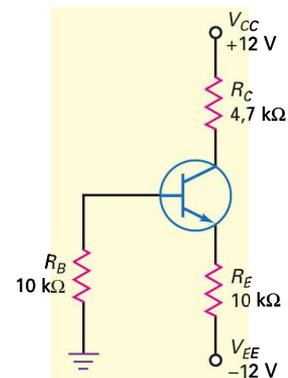

Figure 7.36
7.27 Quel est le courant émetteur de la figure 7.36 ? La tension collecteur ?
7.28 Si toutes les résistances de la figure 7.36 sont doublées, quel est le courant émetteur ? La tension collecteur ?
7.29 Toutes les résistances de la figure 7.36 ont une tolérance de $\pm 5\%$. Quelle est la plus faible valeur possible de la tension collecteur ? La plus forte ?